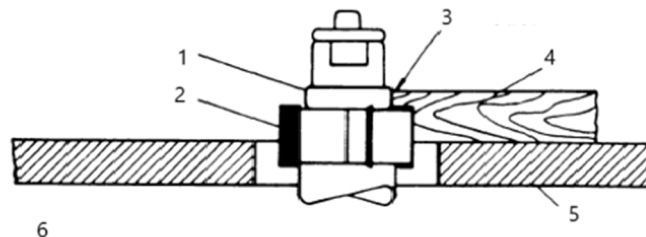

Abbildung 5
4. Abbildung 5 zeigt eine ausreichende Auflagefläche.